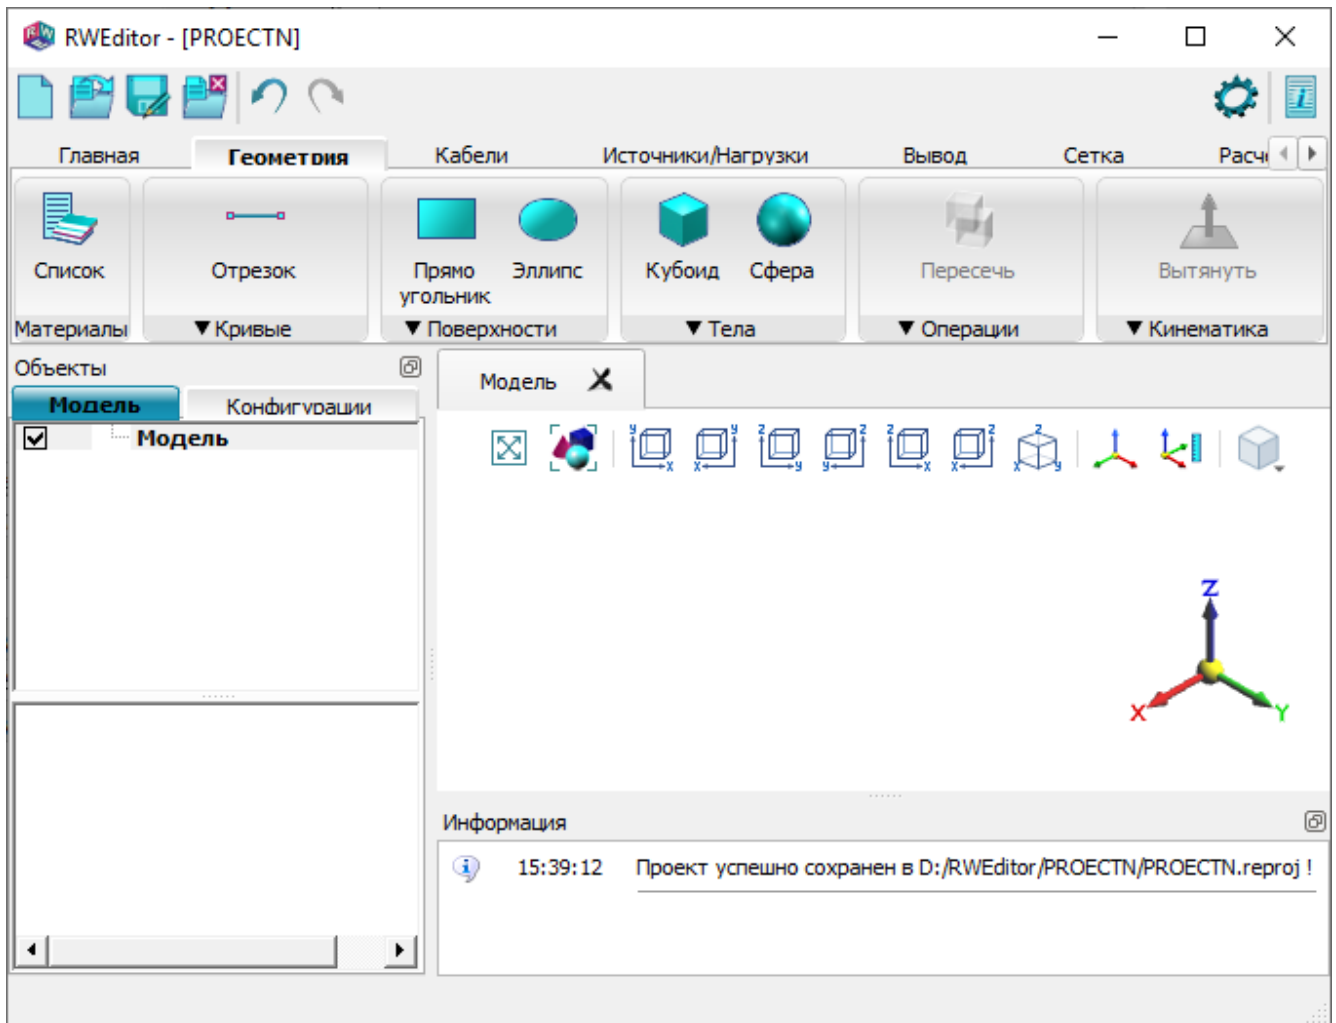

Рис. 4
6.2.2. Вид главного окна после выполнения команды создания проекта показан на рис. 4.